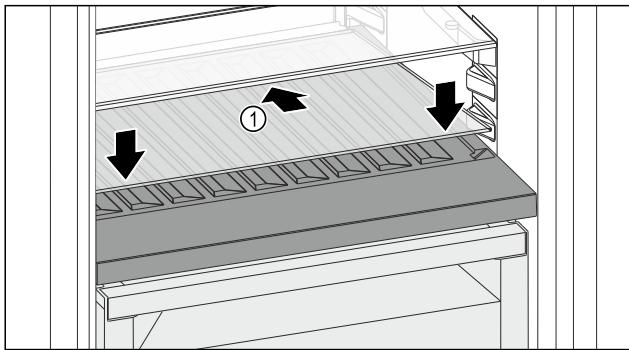

Fig. 82
- Glasplatte Fig. 82 (1) schräg und nach hinten unten geneigt ansetzen.
► Glasplatte Fig. 82 (1) vorne absenken.